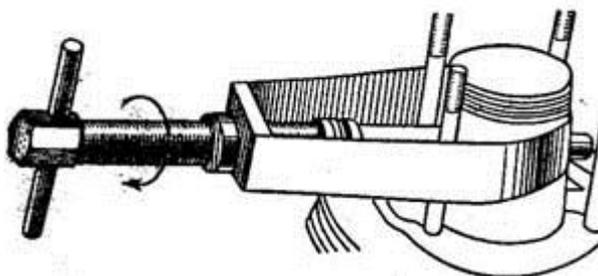

Рис. 86. Выпрессовка поршневого пальца.
3. Выпрессовать при помощи съемника поршневой палец из поршня (рис. 86) и снять поршень.